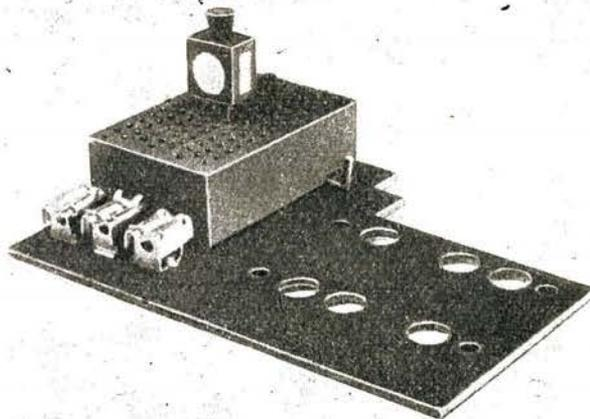

Bild 5 Dieser Weichenantrieb der Firma Hruska ist auch einzeln in den Fachgeschäften erhältlich
- e) **Klauenkupplungen (Bild 5)**